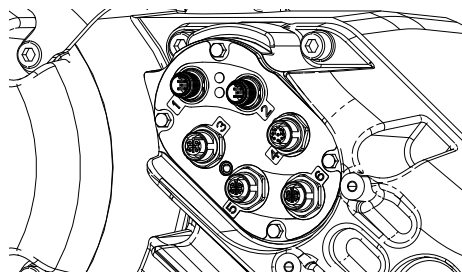

図 49
e. ドライバー (AB) の側面のポート 1 ~ 6 に接続されているケーブルを外してください。図 49。